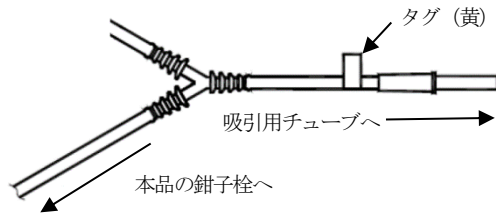

図 4A
- 2) 取り外した吸引用チューブに本品の黄色のタグの付いたコネクタ (カプラー付) (図 4A) をそのまま取り付ける。